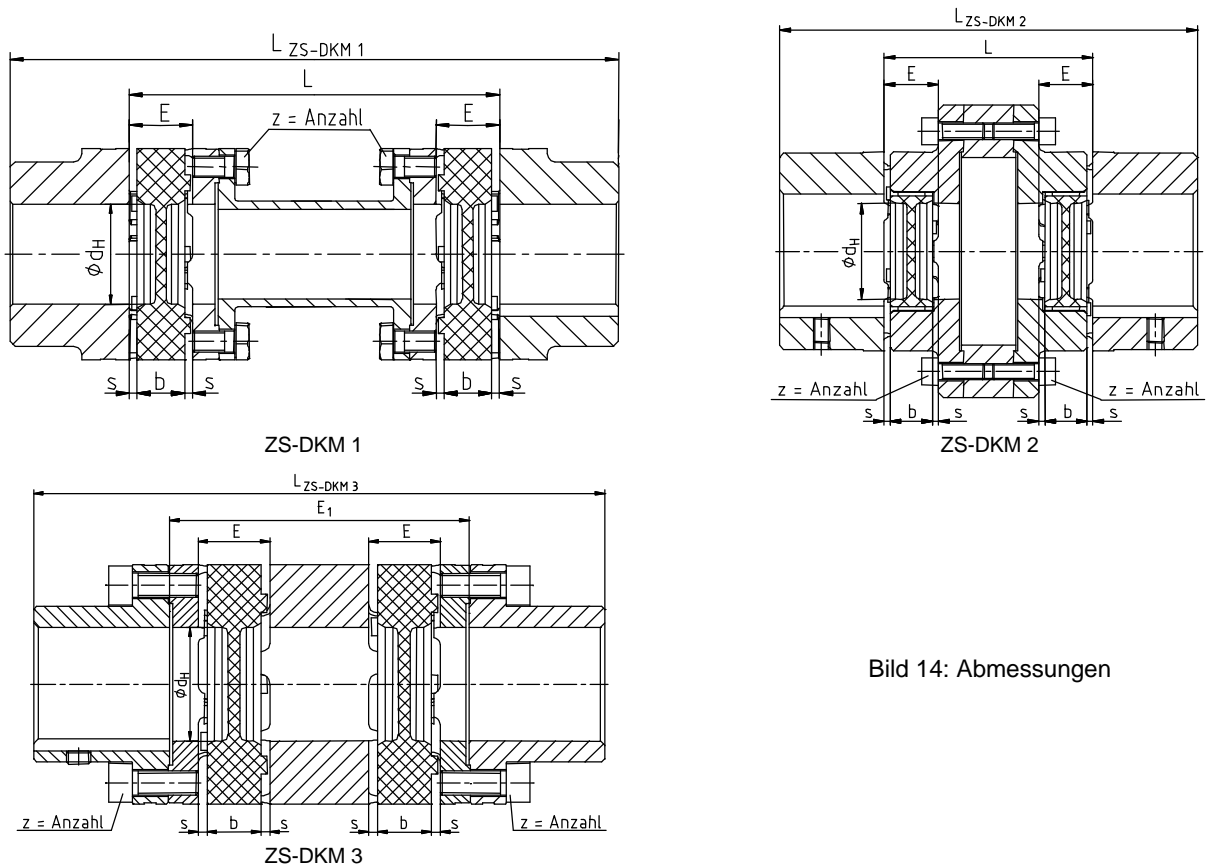

Bild 14: Abmessungen
- Richten Sie die Zahnkränze mittig zwischen den Mitnehmerflanschen und Naben aus und überprüfen Sie das E und s Maß (siehe Bild 14 und Tabelle 2).
- Richten Sie die Zahnkränze mittig zwischen den Mitnehmerflanschen und DKM-Mittelstück spez. aus und überprüfen Sie das E und s Maß (siehe Bild 14 und Tabelle 2).